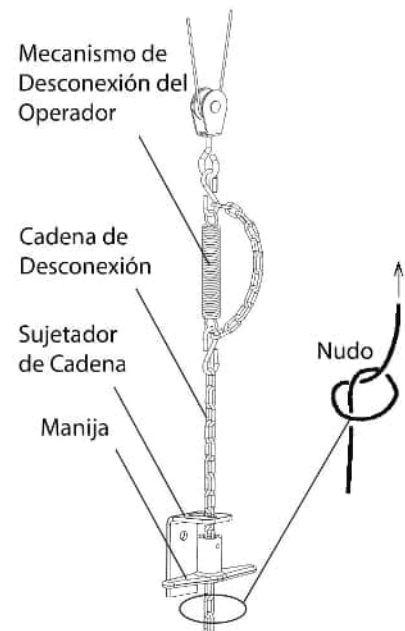

Figura 14 - Cadena de desconexión
1. Conectar la cadena de desconexión al gancho situado en la extremidad del mecanismo de desconexión del operador (ver la Figura 14).